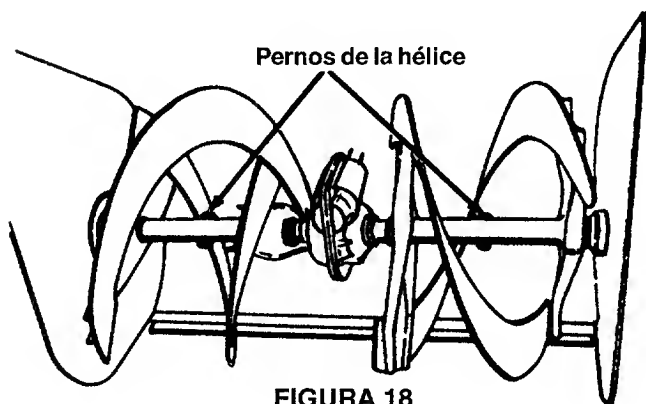

FIGURA 18
- Si las hélices no giran, inspeccione para verificar si los pernos se han cortado. Reemplace si fuera necesario. Vea la figura 18.
- Extraiga el broche del cabello y la arandela plana del casquillo debajo del panel de cambios. Extraiga el casquillo del orificio de la palanca de cambios. Vea la figura 18.
- Coloque la palanca de cambios del panel del mango en la sexta (6) posición (todo hacia adelante).